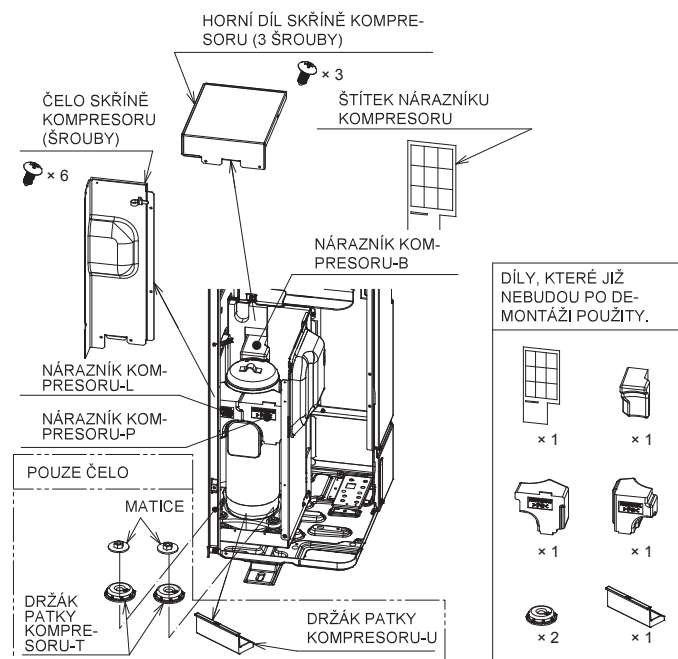

Fig. 4-1
- Před uvedením jednotky do provozu nezapomeňte sundat HORNÍ DÍL SKŘÍNĚ KOMPRESORU a ČELO SKŘÍNĚ KOMPRESORU a demontovat pevné části KOMPRESORU. (Fig. 4-1)